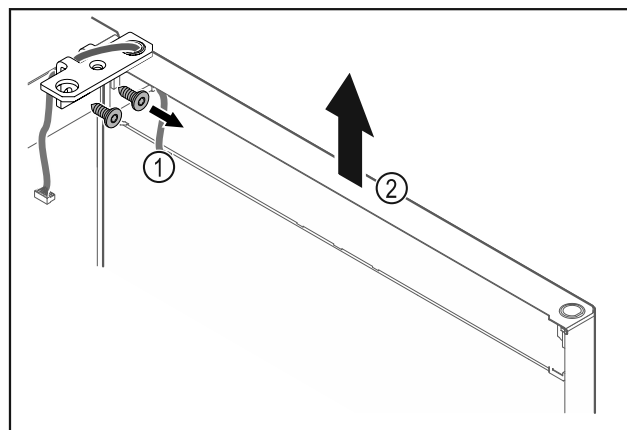

Fig. 28
- ▶ Ξεβιδώστε τη γωνία μεντεσέ Fig. 28 (1).
- ▶ Σηκώστε την πόρτα μαζί με τη γωνία μεντεσέ Fig. 28 (2) περίπου 200 mm ευθεία προς τα επάνω και αφαιρέστε τη.